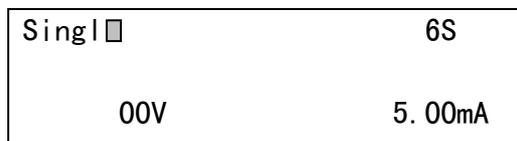
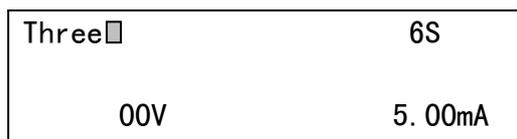

图 4-2-2
图 4-2-3
- 1、单、三相全闭合状态参数设置测试选择：图 4-2-2，图 4-2-3 所示